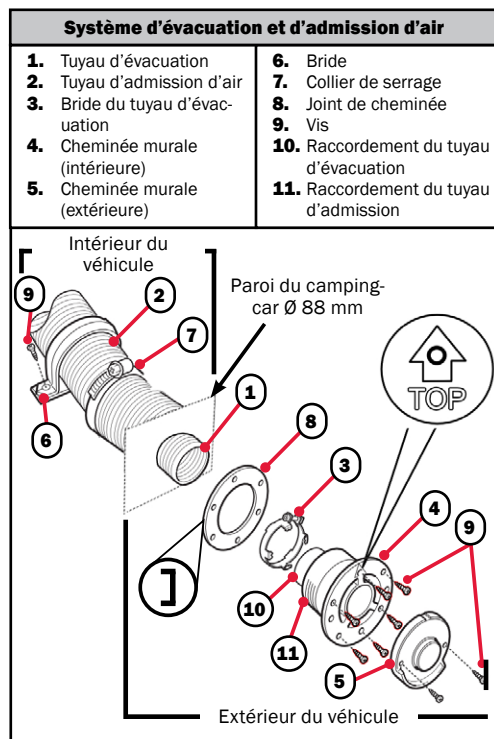

Figure 9
- Percez un trou (Ø 88 mm) dans la paroi du véhicule et colmatez-le avec le joint (Fig. 9 #8), le côté lisse étant orienté vers le tuyau d'évacuation et le joint étant orienté vers la paroi du camping-car (Fig. 9 #3).
- Faites glisser un collier de serrage (Fig. 9 #3) sur le tuyau d'évacuation et insérez le tuyau dans le trou. Serrez le collier (couple de 3,4 - 4 Nm).
- Insérez le tuyau d'admission d'air sur les sommets de la cheminée d'évacuation (Fig. 9 #11).
- Utilisez 6 vis (Fig. 9 #9) pour fixer la cheminée d'évacuation. Veillez à ce que le « TOP » soit orienté vers le haut.
- Utilisez 2 vis pour fixer le chapeau de la cheminée d'évacuation, puis fixez le tuyau d'évacuation à la paroi du véhicule à l'aide de la bride de montage (Fig. 9 #6).